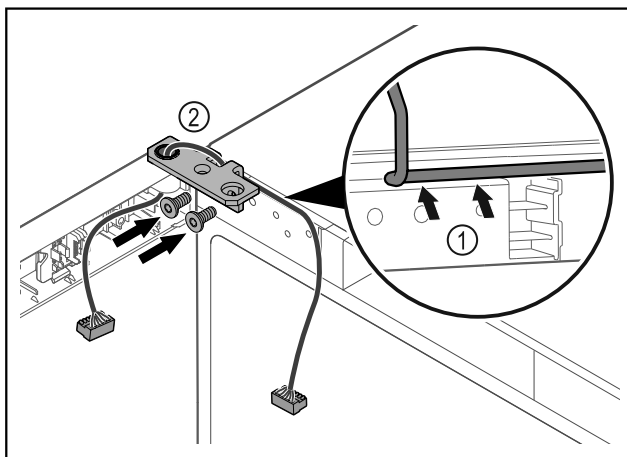

Fig. 47
- ▶ Introdurre il cavo nel foro della cerniera angolare e posarlo con cautela Fig. 47 (1).
- ▶ Avvitare la cerniera angolare Fig. 47 (2).